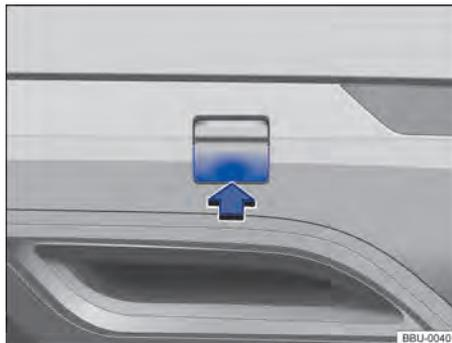

Fig. 157 No para-choque traseiro à direita: capa de cobertura para o alojamento da argola de reboque.
- Pressionar na área inferior da cobertura no sentido da seta para soltar o encaixe da cobertura → Fig. 157.